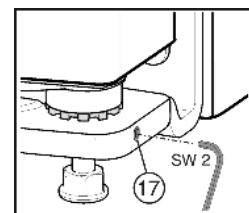

Fig. 12
- De borgpen Fig. 12 (17) een stukje uitdraaien (ongeveer een slag).
- Borgpen Fig. 12 (17) weer aandraaien om de lagerbout vast te zetten.